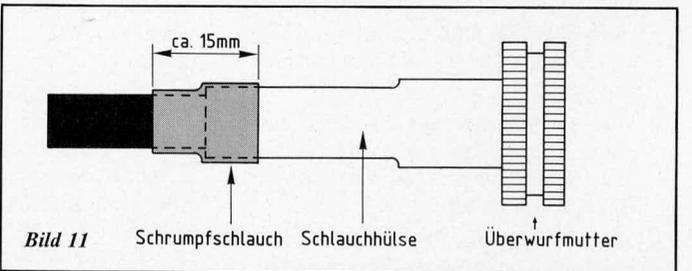

Bild 11
14. Entsprechend Bild 11 wird ein ca. 15 mm langer Schrumpfschlauchabschnitt zur Hälfte über die Schlauchhülse gesetzt und mit Heißluft zum Zusammenziehen gebracht, wodurch sich eine zusätzliche Verbindungssicherheit ergibt. Steht kein Heißluftgebläse zur Verfügung, kann auch durch leichtes Darüberstreichen mit einem LötKolben die Verbindung erreicht werden.
15. Jetzt wird die Überwurfmutter bis zum Anschlag in Richtung Mitnehmer geschoben (Bild 11).